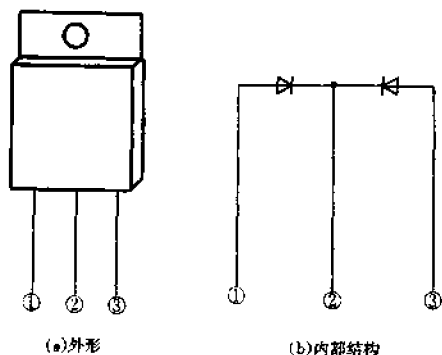

图 4-60 肖特基二极管的外形及内部结构
现举一实例说明具体检测方法。被测肖特基二极管的外形如图 4-60(a) 所示。为叙述
(1) 测量①、③脚正反向电阻值,均为  $\infty$ ,说明这两个电极无单向导电性。
(2) 黑表笔接①脚,红表笔接②脚,测得的阻值为  $2.9\Omega$ ;红、黑表笔对调后测得阻值为  $\infty$ 。说明①、②两脚具有单向导电特性,且①脚为正,②脚为负。
(3) 将黑表笔接③脚,红表笔接②脚,测得阻值为  $3\Omega$ ,调换红、黑表笔后测得阻值为  $\infty$ ,说明③、②两脚具有单向导电特性,且③脚为正,②脚为负。
根据上述三步测量结果,绘出被测管内部结构如图 4-60(b)所示。可见,该管为一只共阴对管,②脚为公共阴极,①、③脚为两个阳极。